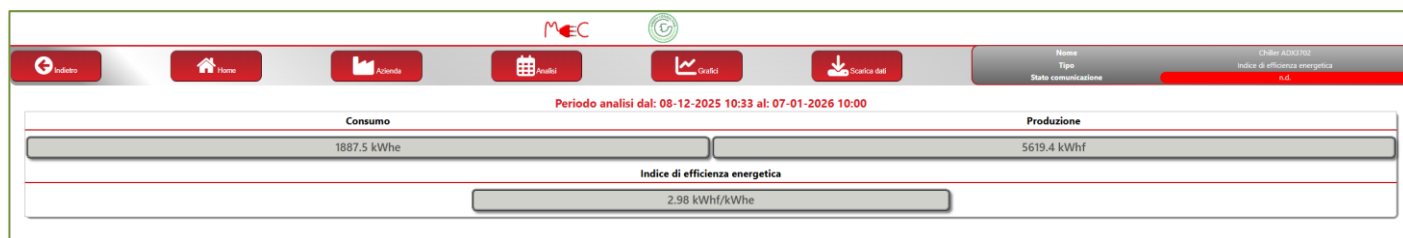

Figura 21 - Indice di efficienza energetica
- **kWh(e)/kg (prodotto finito):** In questo caso un valore **minore** è rappresentativo di una efficienza più alta. Non appena si clicca su questa icona viene visualizzata la schermata mostrata in Figura 21.